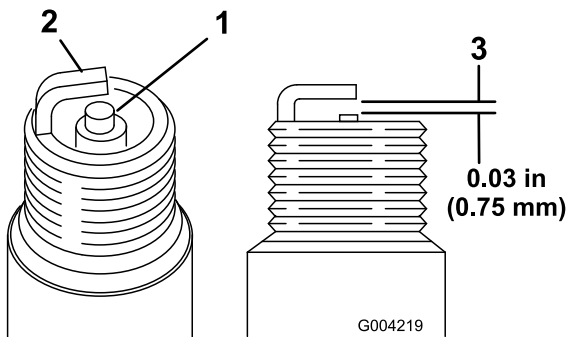

Bild 49
- Sehen Sie sich die Mitte der Zündkerzen an (Bild 49). Wenn der Kerzenstein hellbraun oder grau ist, ist der Motor richtig eingestellt. Eine schwarze Schicht am Kerzenstein weist normalerweise auf einen schmutzigen Luftfilter hin.
- Prüfen Sie den Abstand zwischen den mittleren und seitlichen Elektroden (Bild 49).
- Verbiegen Sie die seitliche Elektrode (Bild 49), wenn der Abstand nicht stimmt.